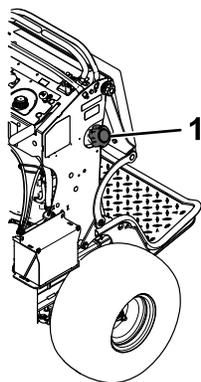

Figura 58
3. Pulite attorno al tappo del carburante per evitare che i detriti finiscano nel serbatoio del carburante (Figura 58).